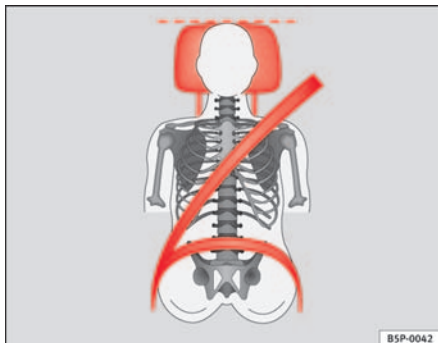
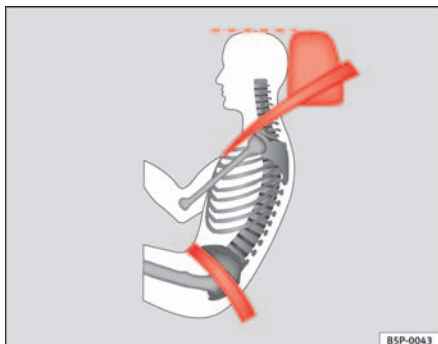

Fig. 3 Apoyacabezas ajustado correctamente visto de frente
Fig. 4 Apoyacabezas ajustado correctamente visto lateralmente
- Ajuste el apoyacabezas de modo que el borde superior quede, en la medida de lo posible, a la altura de la parte superior de la cabeza, como mínimo a la altura de los ojos. ⇒ fig. 3 y ⇒ fig. 4.